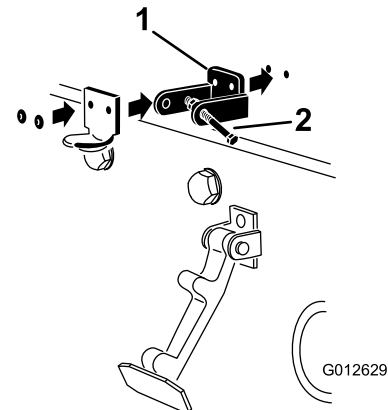

Figure 24
6. Rivetez les supports et les rondelles sur le capot (Figure 24).